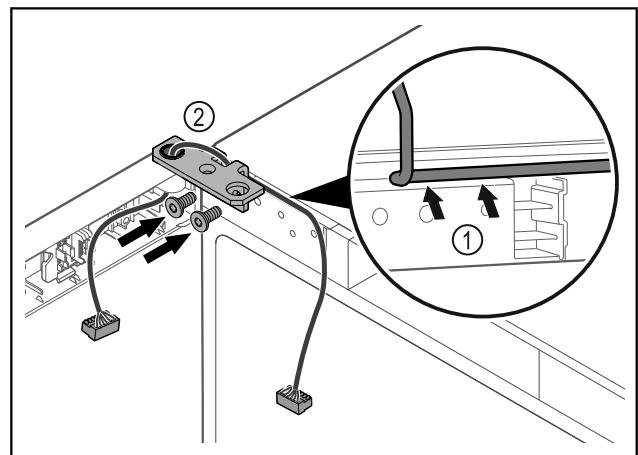

Fig. 58
- Pasar el cable por la escotadura de la escuadra de bisagra y tenderlo con cuidado Fig. 58 (1).
- Atornillar la escuadra de bisagra Fig. 58 (2).